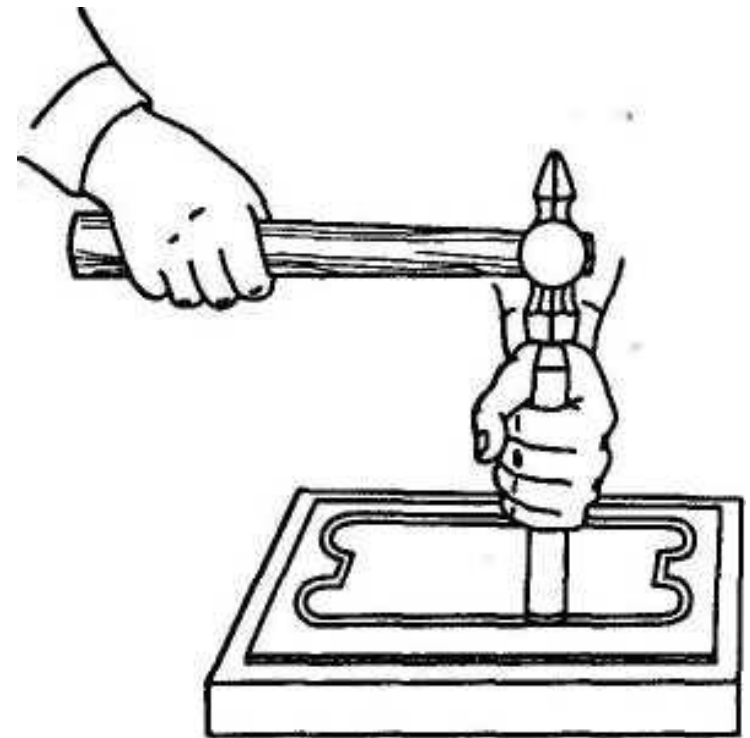

Рис. 4.3. Вырубание заготовки из листового материала
- **при вырубании из листового материала заготовки криволинейного профиля (рис. 4.3) оставлять припуск 1,0... 1,5 мм для последующей ее обработки, например, опиливанием;**